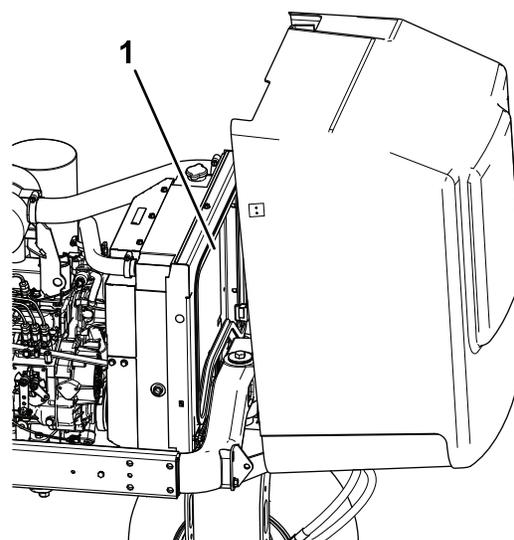

Рисунок 68
5. Тщательно очистите обе стороны радиатора водой или сжатым воздухом (Рисунок 68).